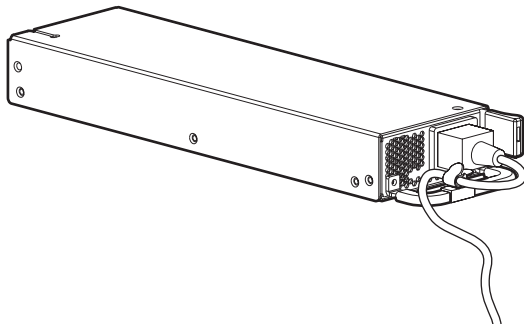

Figure 24 Cordon d'alimentation avec son clip de sécurité
5. Utilisez le clip de sécurité livré avec le nœud pour fixer le cordon d'alimentation (Figure 24).